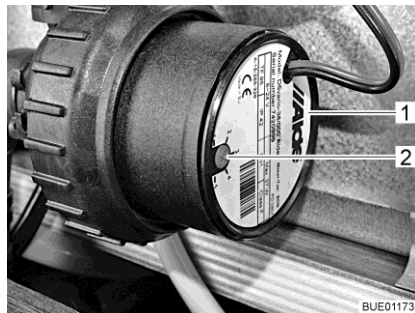

Bild 146 Varvtalsreducering
Med vridregulatorn (Bild 146,2) kan cirkulationspumpens varvtal ställas in. Vid lägre varvtal går pumpen tystare.
Vridregulatorn sitter på cirkulationspumpen (Bild 146,1).
- Vrid vridregulatorn (Bild 146,2) moturs. Effekten reduceras.